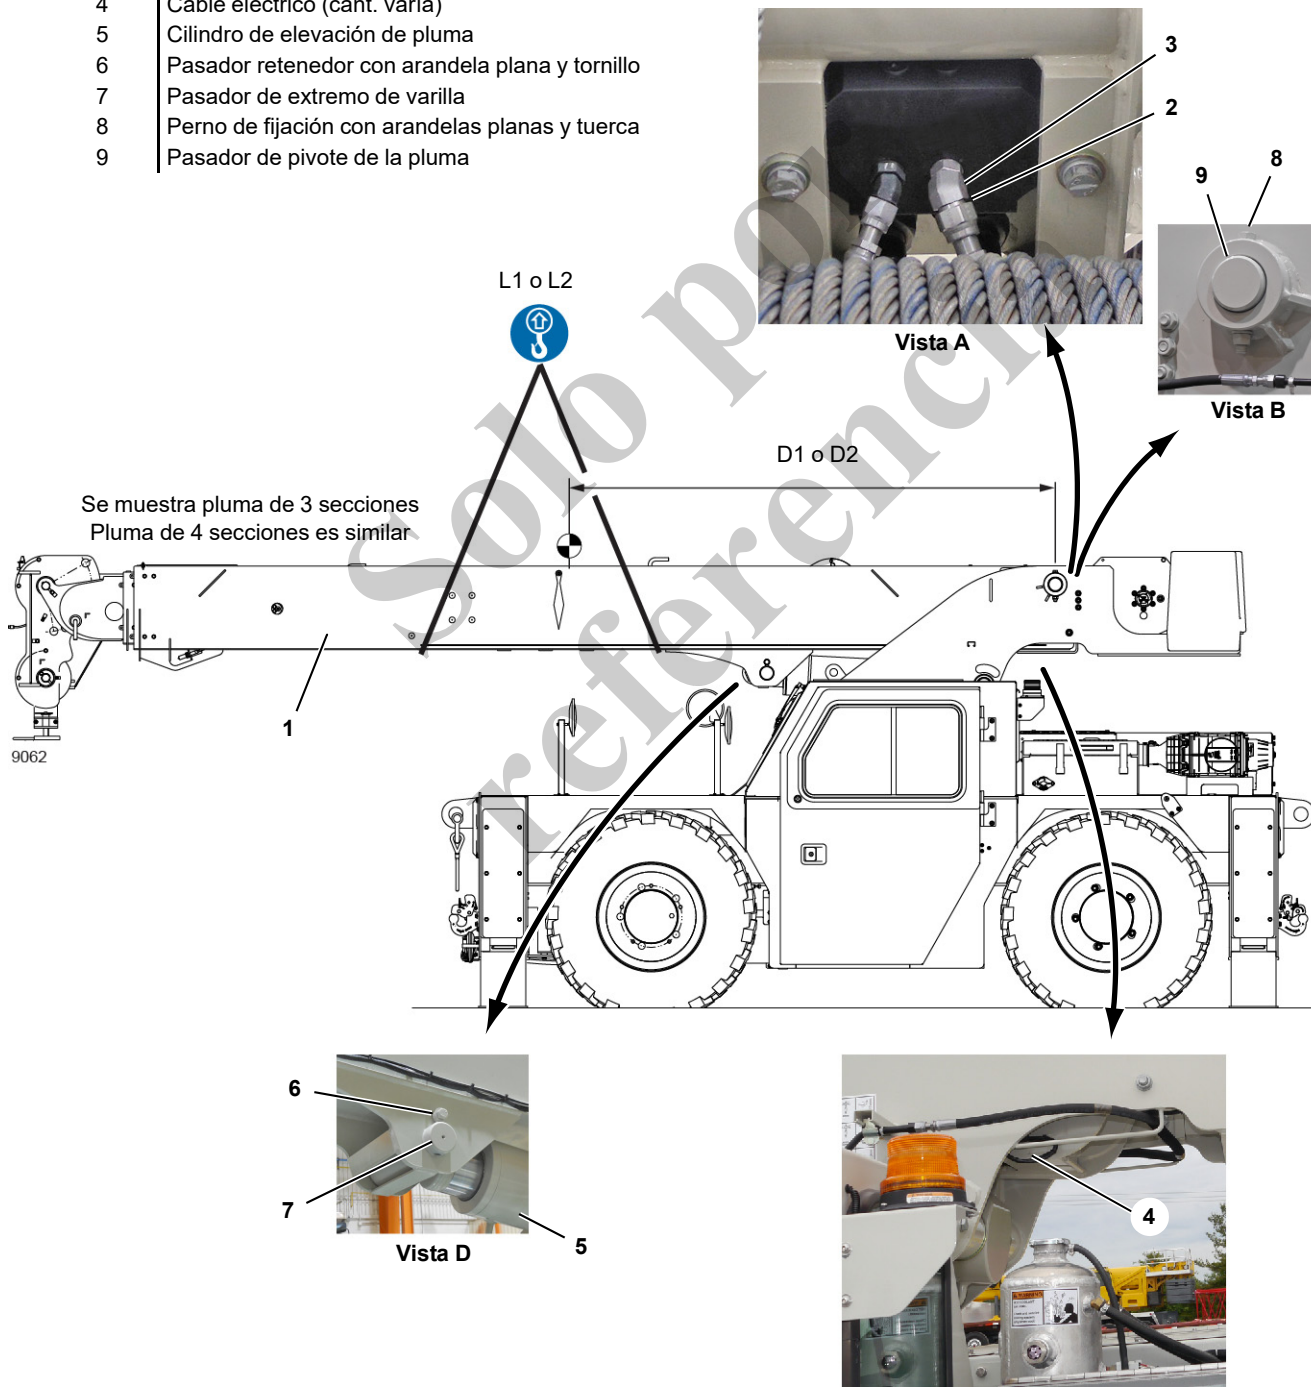

FIGURA 11-2
- Una grúa auxiliar o un dispositivo de levante elevado capaz de soportar la carga (L1 o L2) especificada en la Figura 11-2
Consulte la Figura 11-2 para este procedimiento.